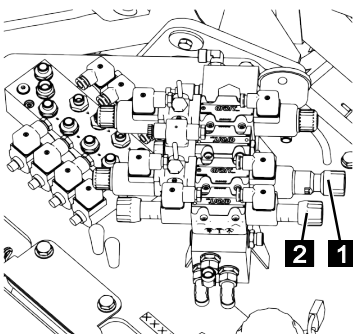

Fig. 123
4. Verrouiller la vanne à deux voies (Fig.123/1).
5. Pour le mode des appuis, visser la vanne (Fig.123/2) à fond dans le sens des aiguilles d'une montre.